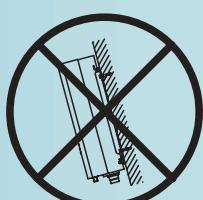

Fig. 2
- Choisir un support vertical et robuste pouvant supporter le poids de l'appareil (Fig. 2).